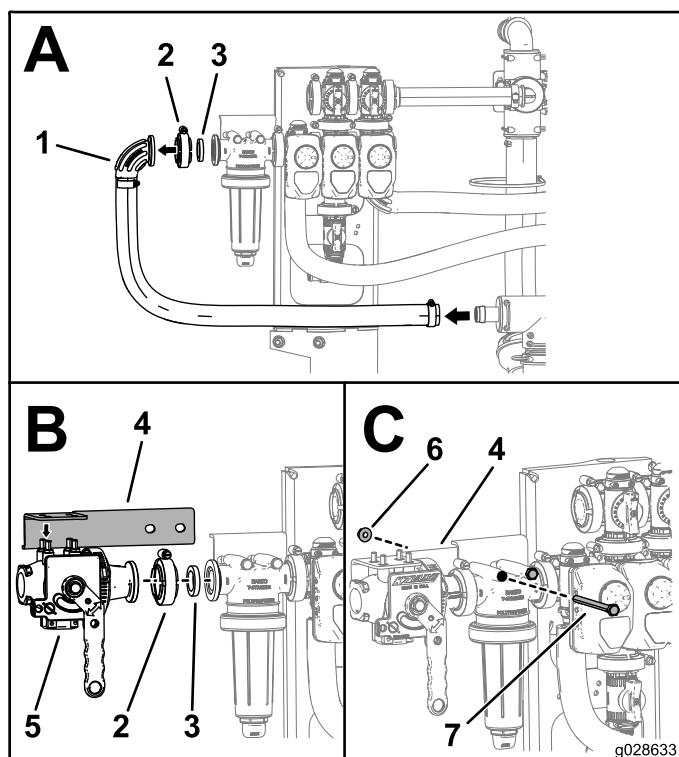

Figure 19
1. Retirez le raccord coudé, le collier à bride, le joint, et le flexible d'entrée de la tête du filtre sous pression (encadré A de la Figure 19).
- Placez le support au sommet de la vanne de mélange comme montré dans l'encadré B de la Figure 19.
- Montez la vanne de mélange avec le joint et le collier à bride retirés à l'opération 1 ; voir l'encadré B de la Figure 19.
- Fixez le support au bloc de vannes de rampe au moyen des boulons et écrous actuellement montés sur le filtre sous pression ; voir l'encadré C de la Figure 19.